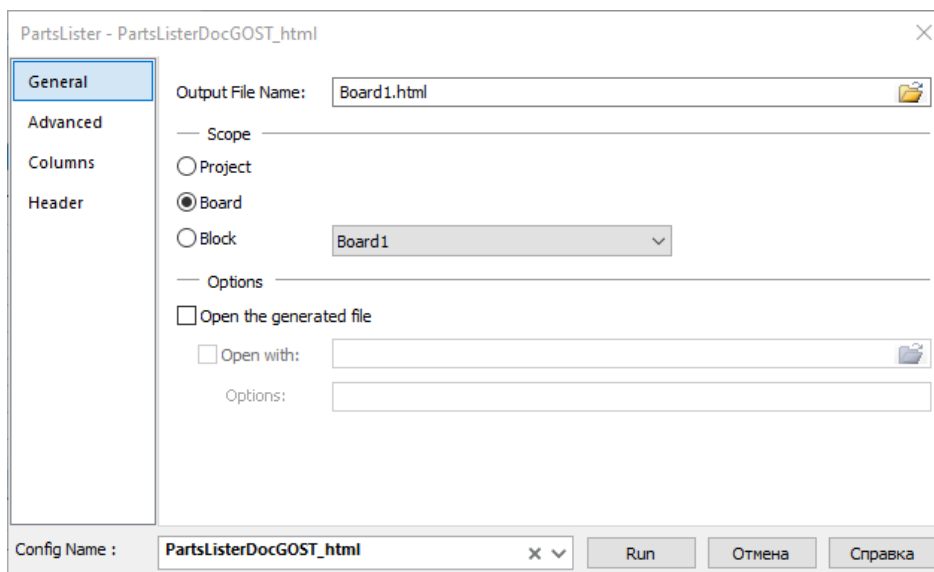

Рисунок 6
- 3) В настройках Part Lister в нижней части окна выберите конфигурацию PartsListerDocGOST_html и нажмите кнопку Run для генерации BOM (рисунок 6)